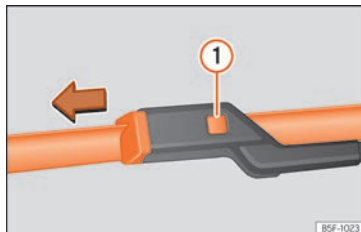

Fig. 84 Remplacement des balais d'essuie-glace.
- Maintenez la touche de déverrouillage » » **fig. 84** **1** enfoncée en tirant légèrement le balai dans le sens de la flèche.